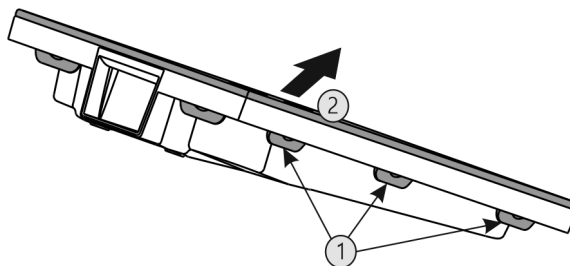

Fig. 49
- ▶ Apăsați toate eclisele Fig. 49 (1) consecutiv și scoateți capacul Fig. 49 (2).